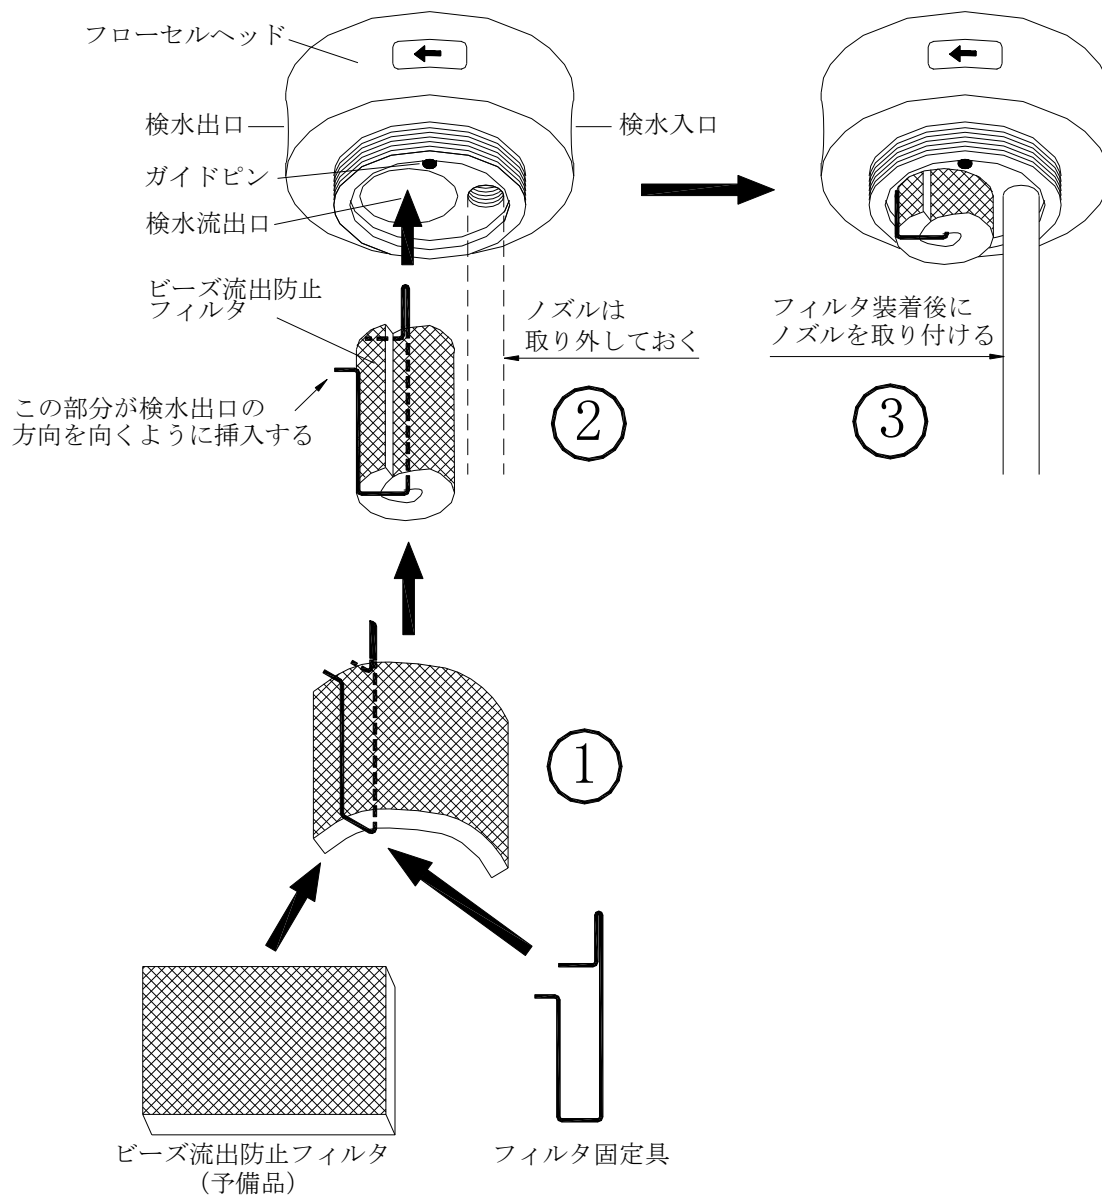

図25. ビーズ流出防止フィルタ（緑色スポンジタイプ）の装着
1) 装着方法（図25参照）
- ① フィルタ固定具のループにビーズ流出防止フィルタの端を通して、長いワイヤ側に巻き付けます。このとき、フィルタの巻き終わり部分がループ内側に来るように巻きます。
- ② ノズルを外した状態で、フィルタ固定具の短いワイヤの端が検水出口の方向を向くように、検水流出口に止まるところまで挿入します。
- ③ フィルタ下端を摘んでワイヤ下端まで引っ張り出した後、ノズル装着をします。